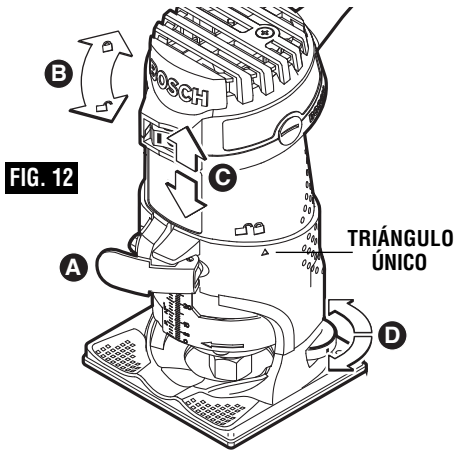

FIG. 12
3. Abra la palanca de fijación. Fig. 12(A)
4. Gire el motor aproximadamente 1/4" en el sentido de las agujas del reloj de modo que el triángulo único ubicado en la base se alinee con el símbolo de "desbloqueado" ubicado en el motor. Fig. 12(B) (Asegúrese de que la indicación de la base esté alineada con la línea ubicada debajo del símbolo de "desbloqueado" situado en el motor. De lo contrario, la fresadora puede resultar dañada.)
5. Baje lentamente el motor hasta que la broca de fresadora toque la pieza de trabajo. Fig. 12(C)
7. Baje el motor hasta que se alcance el valor de la escala objetivo. Fig. 12(C)
8. Gire el motor en el sentido de las agujas del reloj aproximadamente 1/4" hasta que el triángulo único se alinee con el símbolo de "bloqueado". Fig. 12(B)
9. Cierre la palanca de fijación. Asegúrese siempre de que el motor quede firmemente sujeto en la base. Fig. 12(A) (La tensión de la palanca de fijación se puede cambiar reajustando la tuerca.)
1. Abra la palanca de fijación. Fig. 12(A)
2. Ajuste la profundidad de corte deseada con la rueda estriada ubicada en la parte trasera de la base. Fig. 12(D)